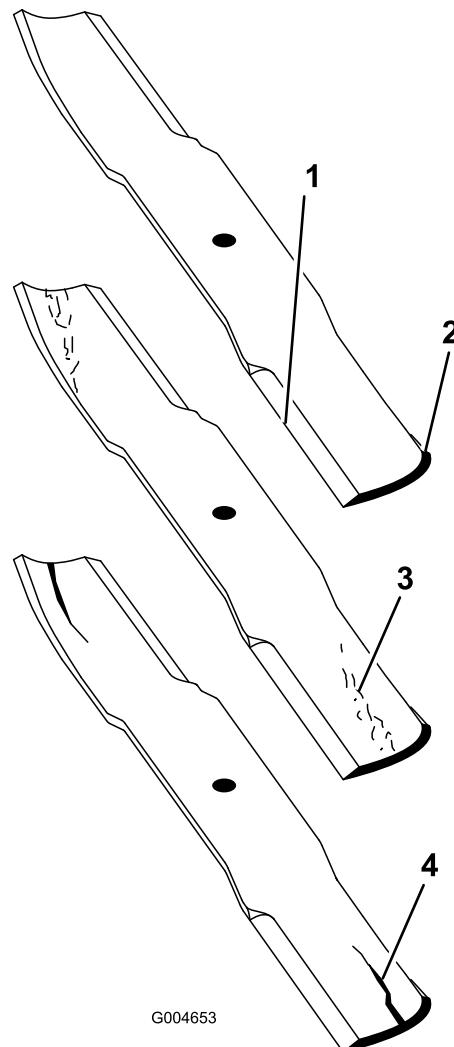

図 85
- ブレードの切っ先を注意深く観察、特に、直線部と曲線部が交わる部分をよく観察する図 85。
**注** この、直線部と曲線部の交差域は、砂などによる磨耗が進みやすい部分なので、機械を使用する前によく点検することが必要である。磨耗が進んでいる場合図 85にはブレードを交換する。